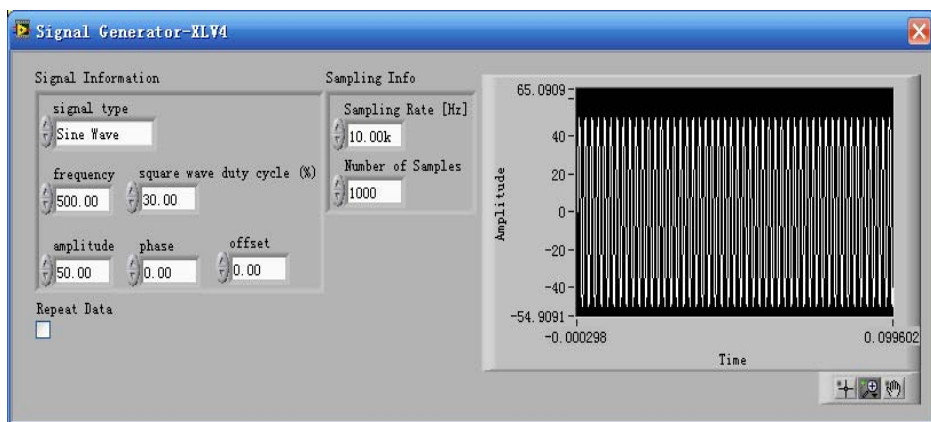

图 6-24 “Signal Generator”操作面板
1) 把 LabVIEW 中“Signal Generator”仪器的接线符号放在桌面上，双击后弹出操作面板，如图 6-24 所示。